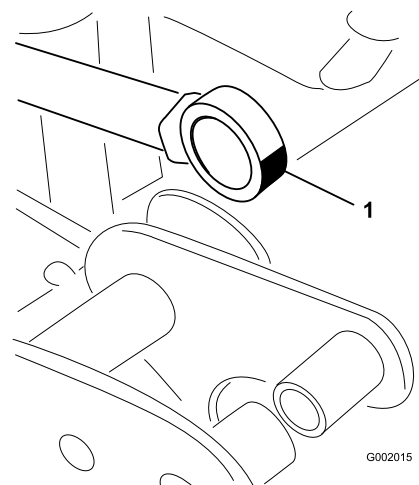

Figura 45
5. Manipule a extremidade do rolamento da barra do accionador e aplique massa lubrificante no rolamento (Figura 45). Limpe a massa lubrificante em excesso.